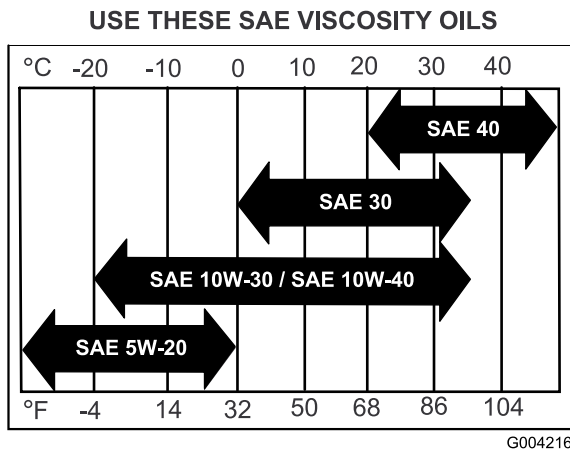

Figura 35
4. Llene el cárter con el tipo especificado de aceite nuevo; consulte Figura 35.